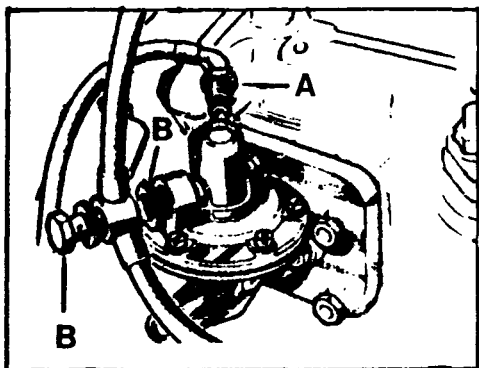

Fig. A1-7 Desmontaje de tuberías de entrada y salida de combustible a la bomba de alimentación
- b) Tubería, A (Fig. A1-7) de entrada de combustible a la bomba de alimentación y el racord, B, de la tubería de salida.